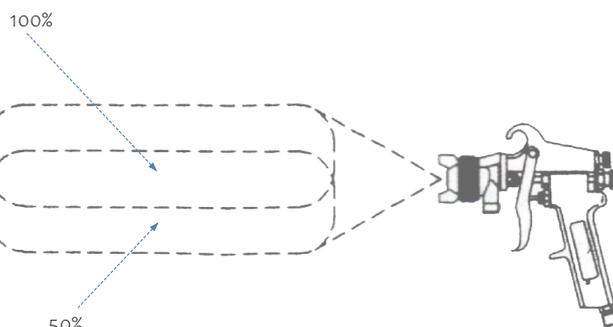

Figura 7 Traços sobrepostos.
- * Sobreponha cada traço em cerca de 50% (veja a figura 7)